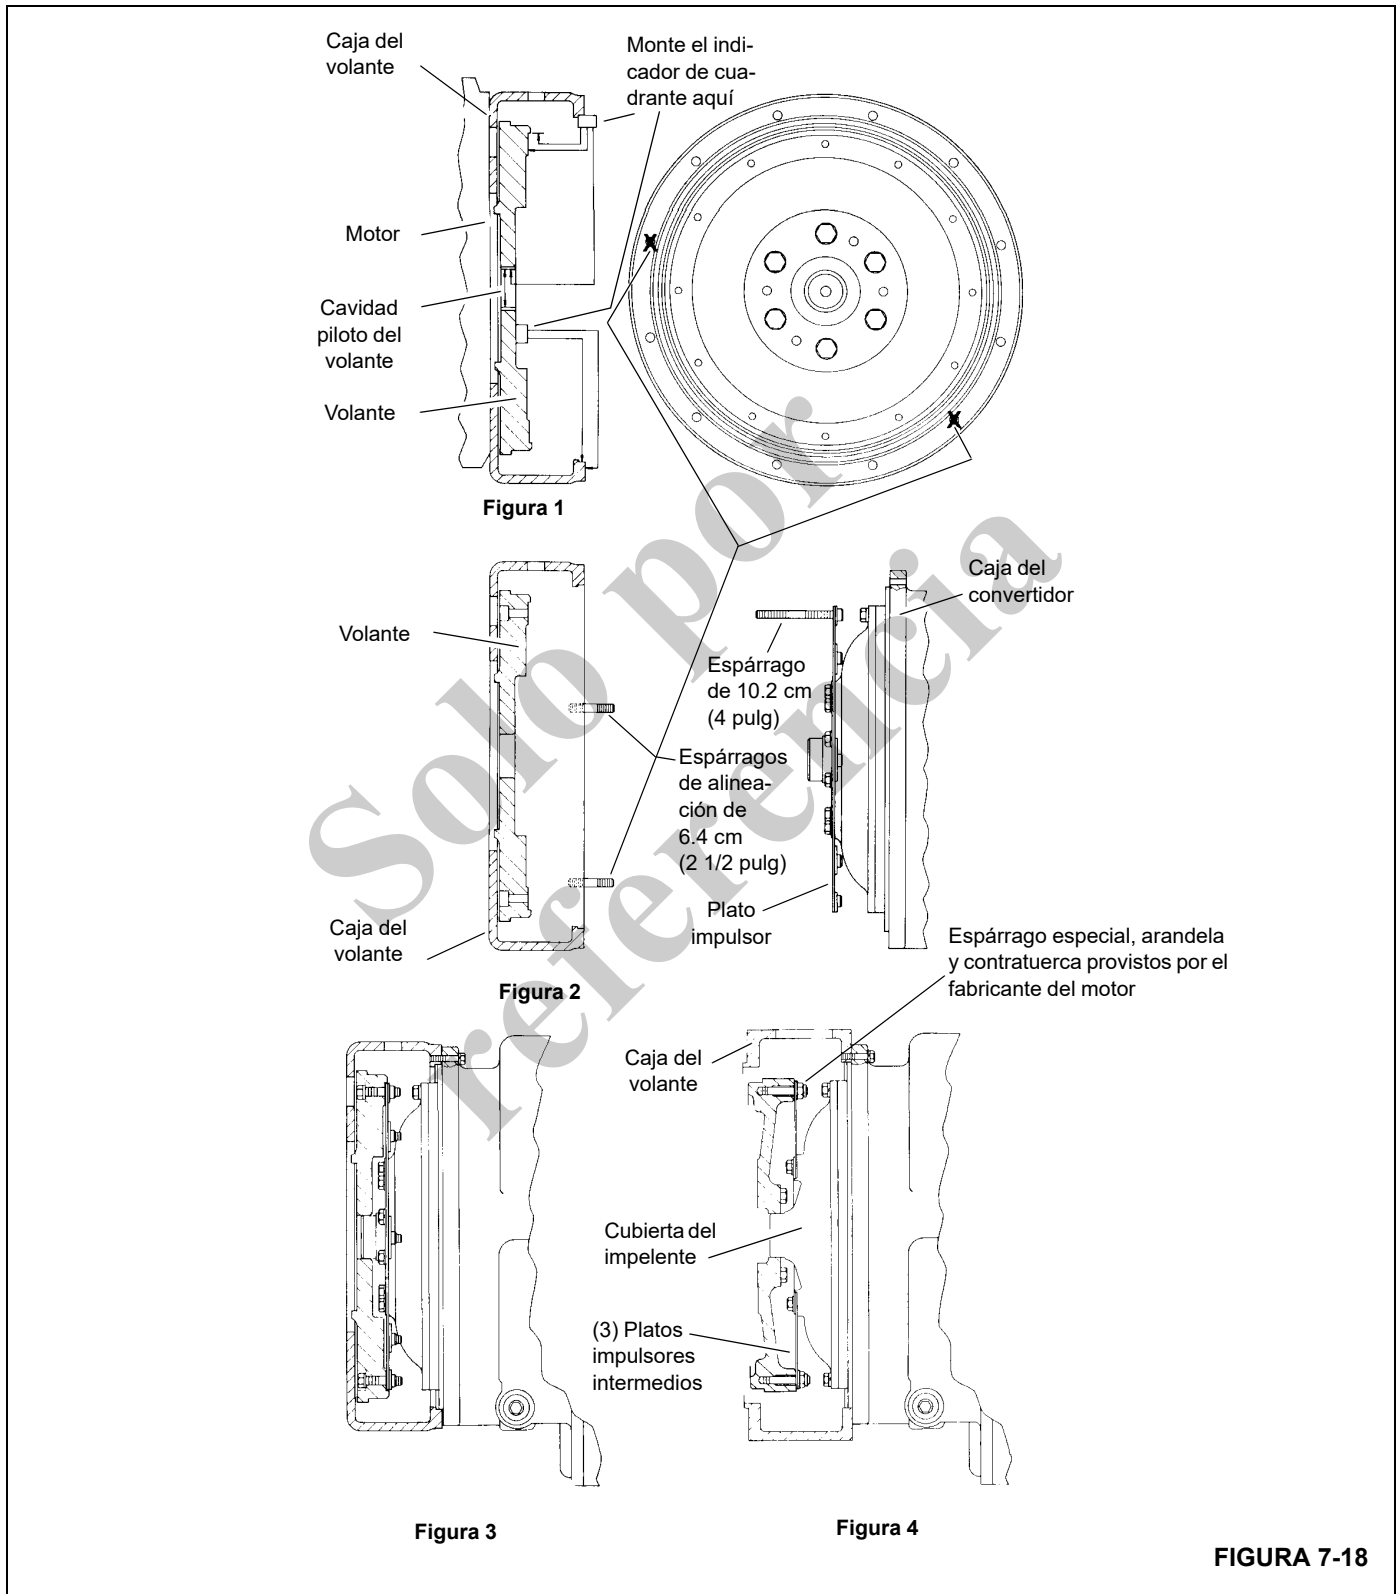

FIGURA 7-18
**NOTA:** Consulte la Figura 7-18.